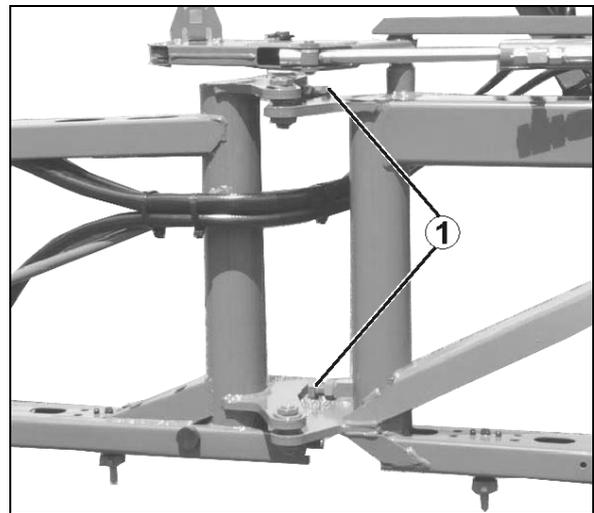

Fig. 156
1. Aflojar la contratuerca del tornillo de ajuste (Fig. 156/1).